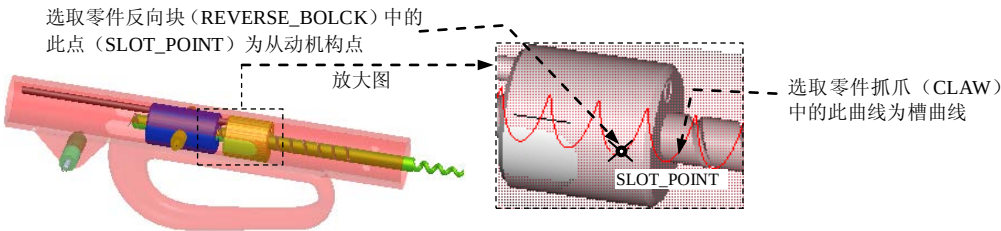

图 9.5.36 拖移驱动杆和止动杆的位置
准备工作：单击 **模型** 功能选项卡 **元件** 区域中的“拖动元件”按钮，分别将驱动杆子装配（actuating_rod_asm.asm）和止动杆（Stop_Rod）拖移到图 9.5.36 所示的位置，单击，终止拖移操作。然后关闭“拖动”对话框。
② 选择从动机构点：在图 9.5.36 中的放大图中，选取零件反向块（REVERSE_BLOCK）中的点（SLOT_POINT）为从动机构点。
③ 选择槽曲线：在图 9.5.36 中的放大图中，选取零件抓爪（CLAW）中的螺旋曲线为槽曲线，同时该曲线在模型中用青色加亮显示图 9.5.38 所示。